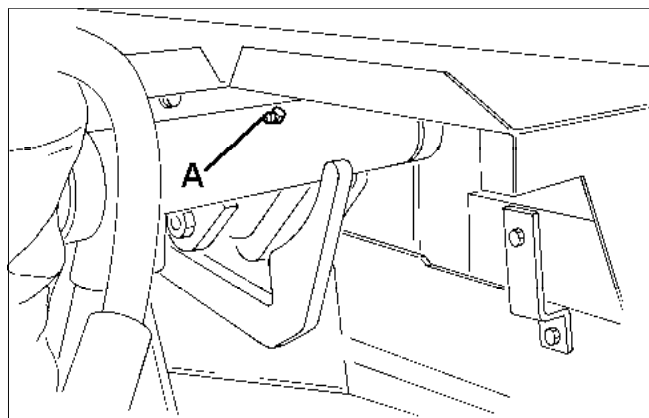

Fig.28
- (a) Pivotes del brazo elevador, delante (A Fig 28)